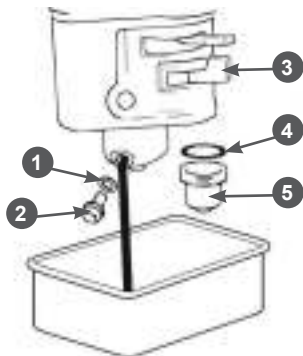

Рис. 29 Обслуживание карбюратора
1. Установите под карбюратор подходящую емкость (Рис. 29).
2. Установите рычаг топливного крана 3 в положение «ЗАКРЫТО» (Рис. 29).
3. Открутите болт 2 сливного отверстия и слейте топливо из поплавковой камеры карбюратора в подготовленную для этого ёмкость (Рис. 29).
- Открутите стакан отстойника 5, вылейте из него топливо в заранее подготовленную емкость (Рис. 29).